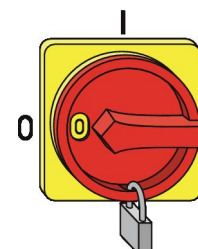

Abb. 51: Hauptschalter sichern
- Den Hauptschalter mit einem Vorhängeschloss sichern (Abb. 51).